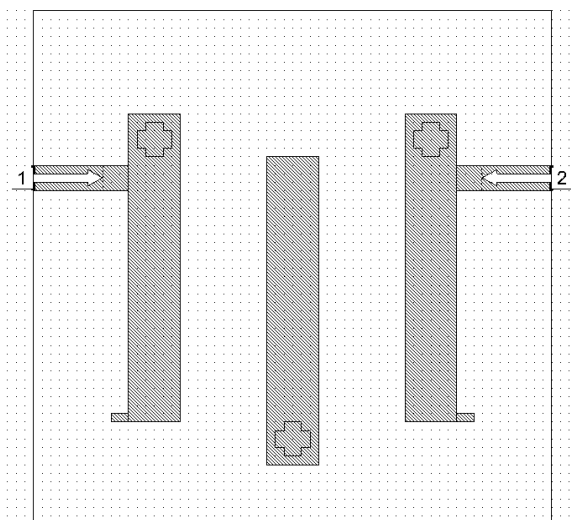

Рис. 5.34
19. Нажмите левую кнопку мышки и, не отпуская кнопки, переместите курсор влево, пока **dx** и **dy** получат значения **dx:-1.6**, **dy:0**. Отпустите кнопку мышки, чтобы зафиксировать положение референсной плоскости. Законченная топология показана на рис. 5.34.